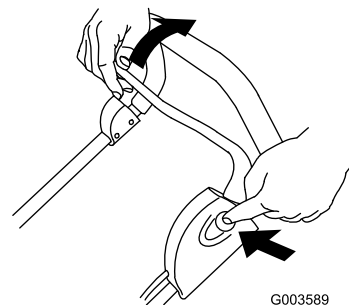

Bild 16
4. Ziehen Sie den Schalthebel bei gedrückter Taste zum Griff (Bild 16).